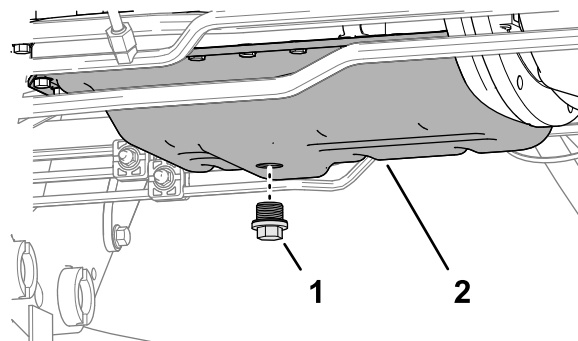

Figura 125
4. Retire el tapón de vaciado (Figura 125) y deje que el aceite se vacíe en el recipiente.